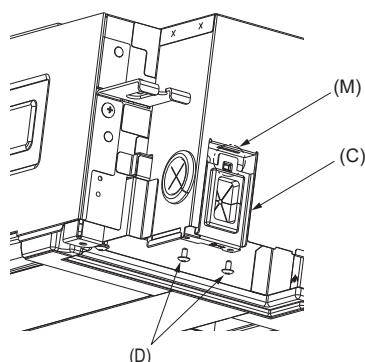

Fig. 6-2
1. Retirez la vis (B) (2 pièces) et retirez le couvercle électrique (A).
4. Lors de l'installation de la plaque (C), veuillez vous assurer que la languette (M) est correctement insérée dans l'ouverture du boîtier électrique. (Fig. 6-2)